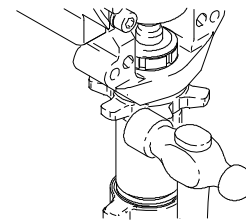

Fig. 17
6. Fig. 17. Løsn låsemøtrikken ved at banke hårdt med en (maks.) 560 g hammer. Skru pumpen af.